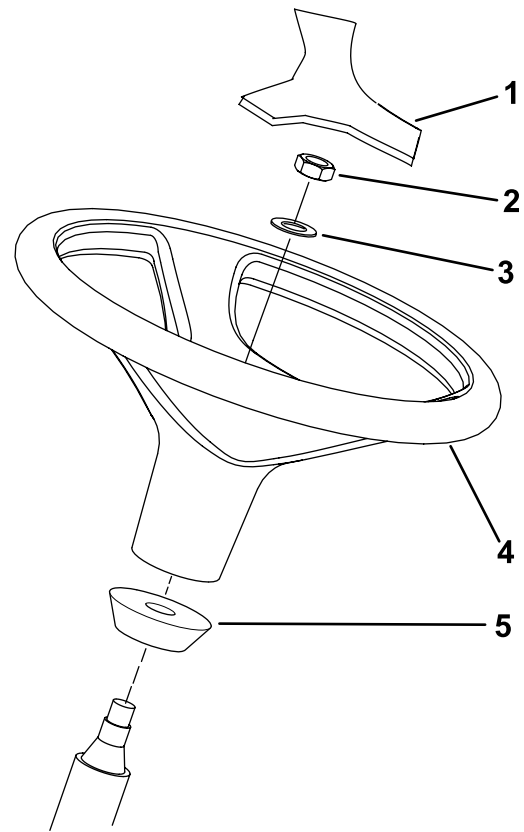

Figure 13
1. Déposez le volant du support d'expédition (Figure 13).
**Remarque:** Vérifiez que la bague en mousse reste bien sur l'arbre de direction (Figure 13).
3. Glissez le volant et la rondelle sur l'arbre de direction (Figure 13).
5. Posez le couvercle-moyeu sur le volant (Figure 13)